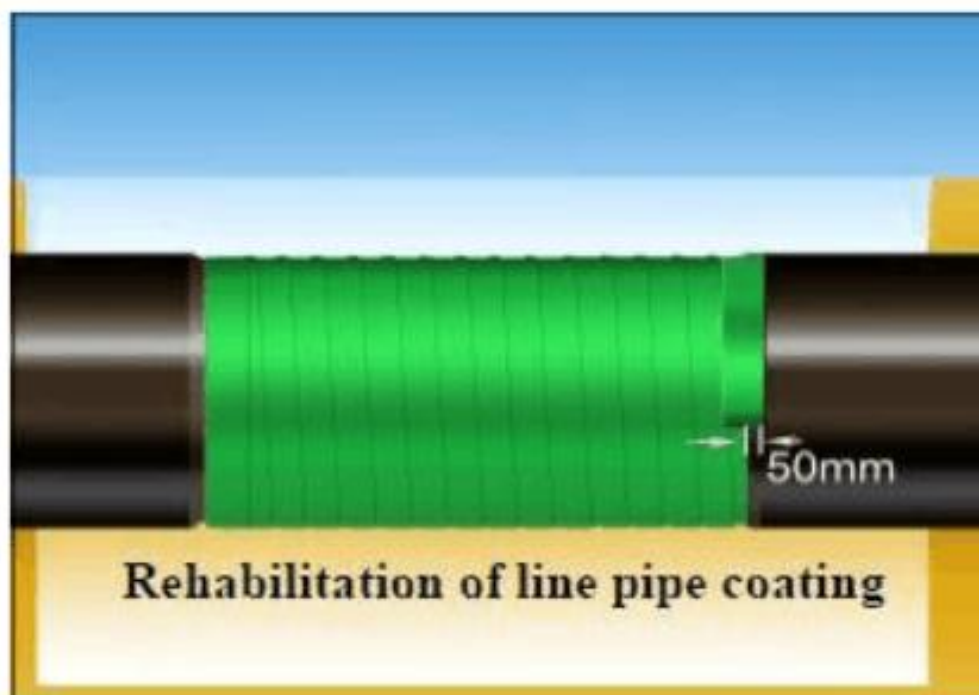

图17
- ① 去除防腐层修复部位已破损松动的防腐层, 处理成规则形状。
- ② 裁剪一块与损伤部位大小形状相同的粘弹体胶带, 粘贴在损伤部位, 保持平整。
- ③ 将损伤部位两侧各 100mm 宽的管道圆周范围内原涂层外部清理干净, 干燥、无污物。
- ④ 在损伤部位外部缠绕粘弹体防腐胶带, 两端与原涂层搭接长度不小于 $\geq 50\text{mm}$, 见图 17, 其它要求与防腐补口相同。